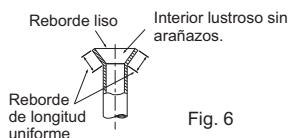

Fig. 6
- Compare el abocardado con la Fig. 6.